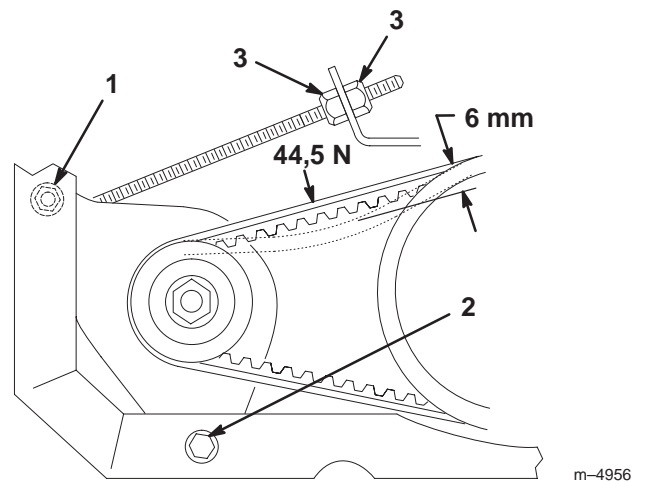

Bild 39
2. Lockern Sie die Mutter und die Gelenkschraube am Anlasser bzw. an der Lichtmaschine (Bild 39).
3. Stellen Sie die Klemmmuttern am Anlassergestänge (Bild 39) so ein, dass sich der Riemen beim Ansetzen einer Kraft von 44,5 N 6 mm durchbiegen lässt.
4. Ziehen Sie die Mutter und die Gelenkschraube am Anlasser bzw. an der Lichtmaschine fest (Bild 39).